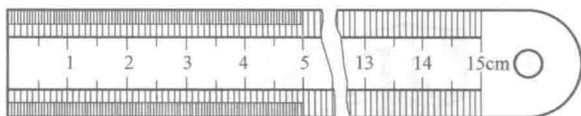

图 0-8 钢直尺
(1) 钢直尺 钢直尺一般由不锈钢制成,可以用来测量工件的长度、宽度、高度和深度。钢直尺的标称长度有 150mm、300mm、500mm 和 1000mm 等,尺面上的标尺间隔一般为 1mm。有的标称长度为 150mm 的钢直尺,在 0~50mm 长度段内标尺间隔为 0.5mm,如图 0-8 所示。钢直尺测量出的数值误差比较大,1mm 以下的小数值只能靠估计得出,因此不能用于精确的测量。有的钢直尺背面还刻有米—英制换算表或将米制与英制的尺寸标记分别刻